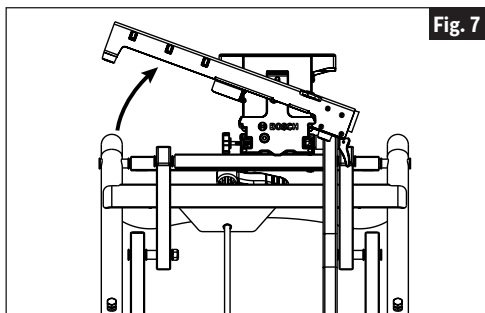

Fig. 8
2. Mesurez la largeur des trous de montage arrière de la scie à onglets, placez l'autre support de montage d'outil sur le rail à la même distance que celui qui est illustré sur la Figure 8, et faites basculer le levier de verrouillage dans la position verrouillée.